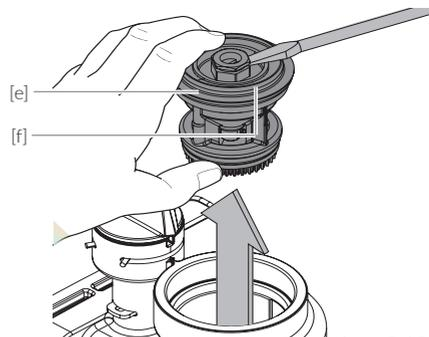

Abb. 9.12
- / Abb. 9.12: Kartusche [e] mit dem Gleitring [f] entnehmen